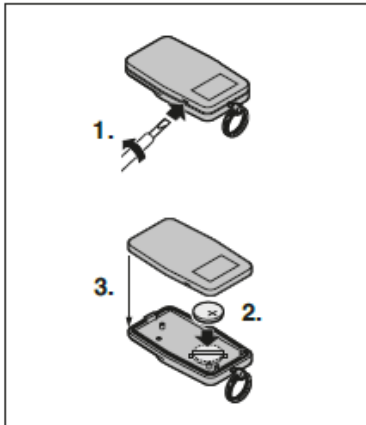

Fig. 2
3.1 Batterij vervangen/plaatsen (fig. 2)